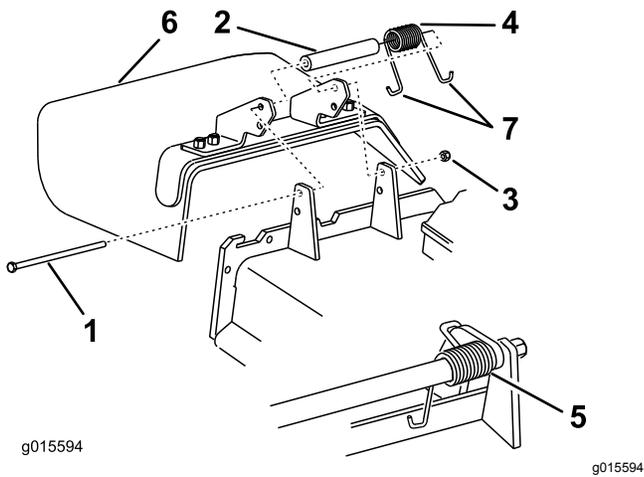

Figura 97
1. Retire la contratuerca, el perno, el muelle y el espaciador que sujetan el deflector a los soportes de pivote (Figura 97).
Nota: Asegúrese de colocar un extremo en **J** del muelle detrás del reborde de la carcasa antes de instalar el perno, según se muestra en Figura 97.
5. Coloque un extremo con gancho en **J** del muelle alrededor del deflector de hierba (Figura 97).